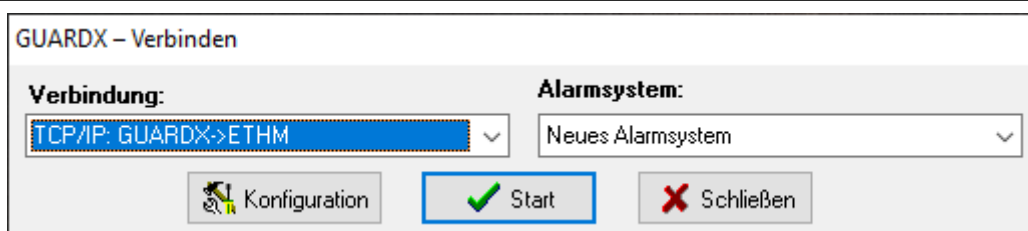

Abb. 15. Programm GUARDX: Startfenster.
1. Im Startfenster des Programms GUARDX im Feld „Verbindung“ wählen Sie die Kommunikationsmethode: „TCP/IP: GUARDX->ETHM“ „TCP/IP: GUARDX<-ETHM/INT-GSM“ oder „TCP/IP: Server SATEL“ (Abb. 15).
1. Im Startfenster (Abb. 15), im Feld „Verbindung“ wählen Sie „TCP/IP: GUARDX->ETHM“ aus und klicken Sie auf „Start“.
1. Im Startfenster (Abb. 15), im Feld „Verbindung“ wählen Sie „TCP/IP: GUARDX<-ETHM/INT-GSM“ aus und klicken Sie auf „Start“.
1. Im Startfenster (Abb. 15), im Feld „Verbindung“ wählen Sie „TCP/IP: GUARDX<-ETHM/INT-GSM“, und demnächst klicken Sie auf die Schaltfläche „Start“.
1. Im Startfenster (Abb. 15), im Feld „Verbindung“, wählen Sie „TCP/IP: Server SATEL“, und danach klicken Sie die Taste „Start“.